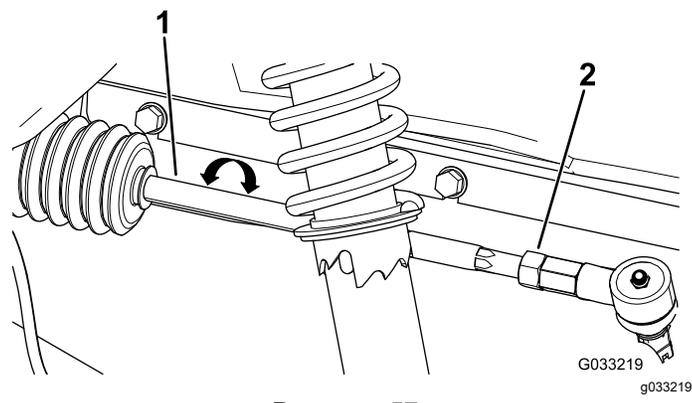

Рисунок 57
2. Если измеренное значение выходит за пределы 0–6 мм, ослабьте контргайки с обоих концов тяг (Рисунок 57).